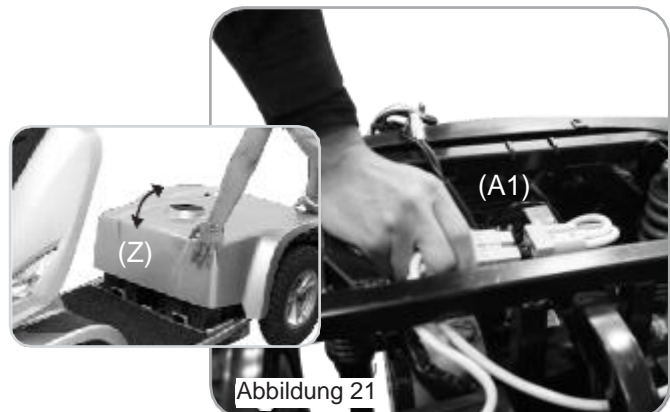

Abbildung 21
2. Ziehen Sie einen Akkustecker (A1) (Abbildung 21).